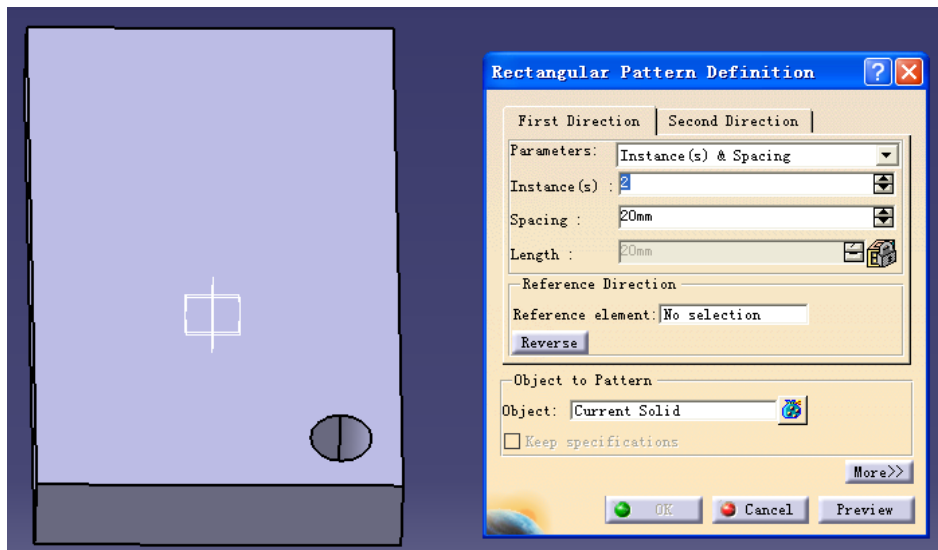

图 3-46
(1) 用 xy plane → Sketcher → Rectangle → Exit → Pad → Circle → Pocket 画如下图后，点击  键（见图 3-46）。